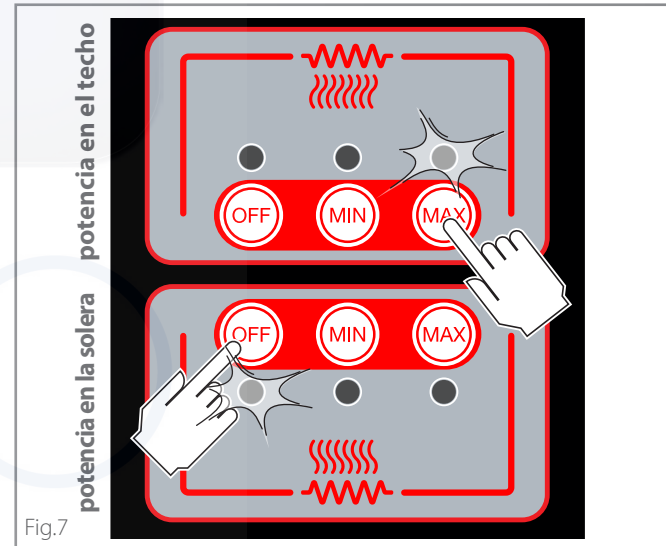

Fig.7
► Fig.7
- Ajuste una cocción con los parámetros deseados (► Fig.6 - Fig.7).